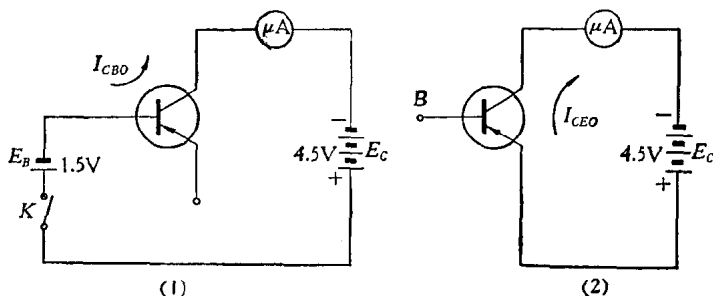

图 1-6
3. 在表中, $I_E = 0$ 时, I_C 不等于零,这个电流我们称它为集电极-基极的反向截止电流,用 I_{CBO} 来表示。 $I_E = 0$, 就是发射极断开,集电结加上反向电压,因此 I_{CBO} 相当于集电结二极管反向漏电流。如图 1-6(1) 所示。
还有表中当 $I_B = 0$ 时, I_C 不是零。这个电流我们称它为集电极-发射极的反向截止电流,又称穿透电流,用 I_{CEO} 表示,也就是 CE 两极接通电源, B 极断开,图 1-6(2) 所示。